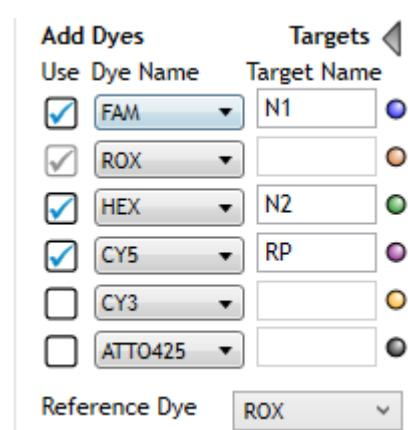

Abbildung 4 Zuweisungen der Farbstoffe und Ziele auf dem Aria-Bildschirm „Plate Setup“ (Platteneinrichtung)
- 12** Geben Sie in den eingeblendeten Feldern „Target Name“ (Zielname) die Zielnamen gemäß **Abbildung 4** ein.